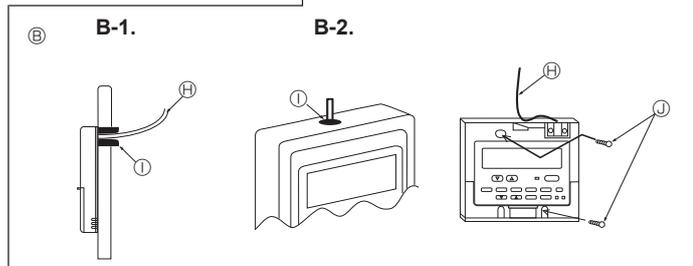

Fig. 6-3
(2) Den Wartungszugang des Fernbedienungskabel mit Kitt oder Dichtungsmittel abdichten, um das mögliche Eindringen von Tau, Wasser, Kakerlaken oder Würmern und Raupen zu verhindern. (Fig. 6-3)
#### [Fig.6-3]